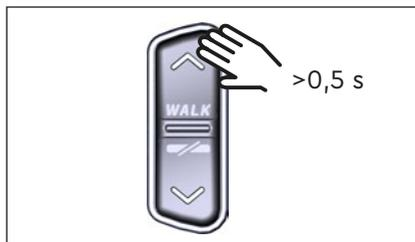

Fig. 7: Activation de l'assistance à la poussée
- ▶ Lorsque le E-Bike est à l'arrêt, appuyez pendant plus de 0,5 s sur le bouton de commande HAUT de la Remote (voir Fig. 7) pour activer l'assistance à la poussée.